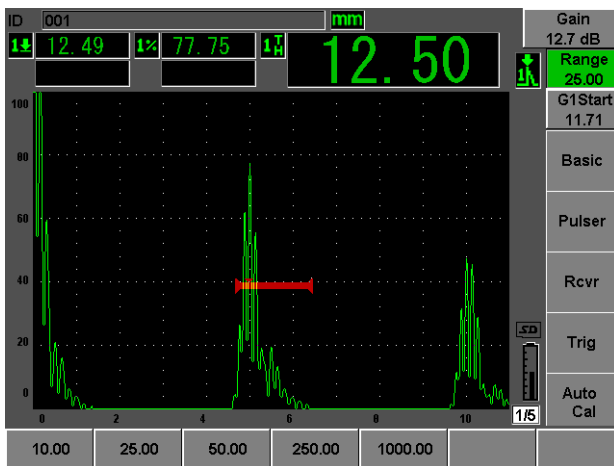

図 2-18 測定範囲の設定値
16. [測定範囲 : RANGE] を押して、スクリーンレンジを希望の設定に調整します (49 ページ図 2-18 参照)。